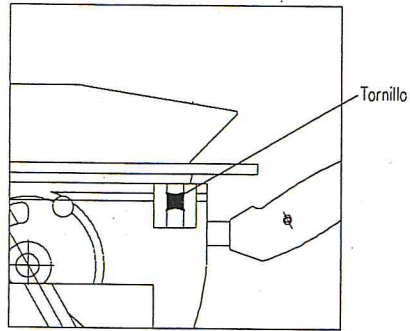

Fig. 3
2.- Desmontar la mesa superior regulable (Fig. 3). Para ello, afloje los dos tornillos, situados en los ángulos opuestos justo debajo de la mesa, y tire suavemente hacia arriba.